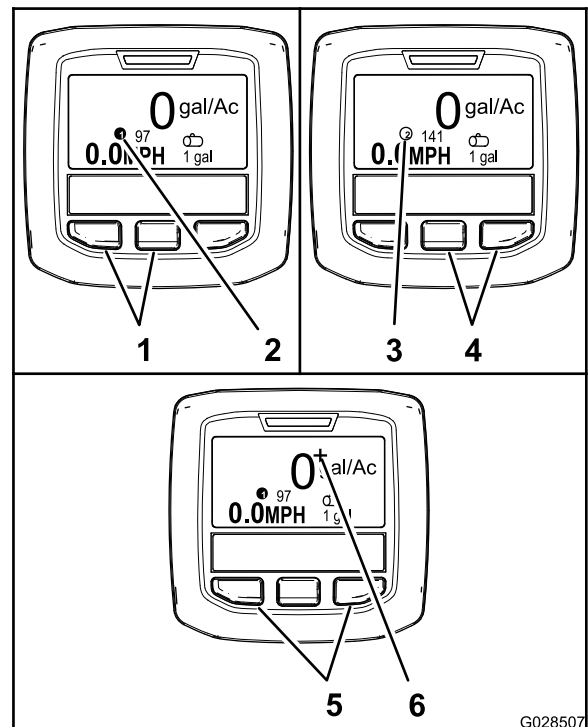

Figura 65
- Para seleccionar el caudal de aplicación 1, pulse los dos botones de la izquierda del InfoCenter (Figura 65).
**Nota:** Aparece el icono ①.
- Para seleccionar el caudal de aplicación 2 (caudal de aplicación), pulse los dos botones de la derecha (Figura 65).
**Nota:** Aparece el icono ②.
- Para aplicar temporalmente un aumento del caudal, mantenga pulsados los dos botones exteriores (Figura 65).